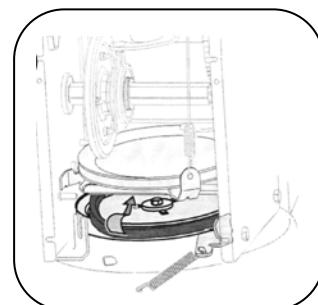

Рис.25
5. Снимите ремень со шкива шнека и наденьте ремень между опорным кронштейном и шкивом шнека. Установите новый ремень шнека, следя инструкциям в обратном порядке. См. рис. 25.
1. Найдите пробку для слива масла, см. рис. 25.
3. Очистите область вокруг сливной пробки, см. рис. 25.